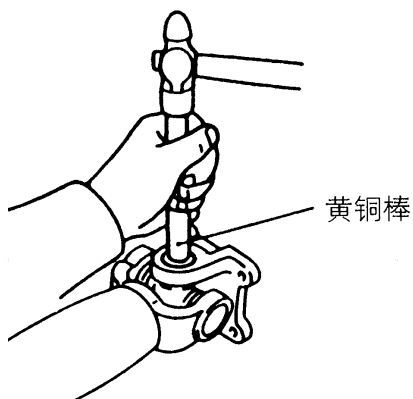
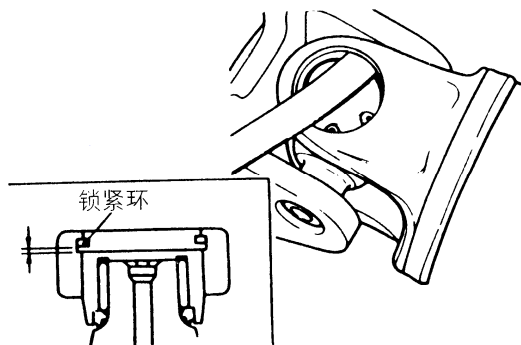

图 3-113 将轴承和轴颈压入放黄铜的一侧
图 3-114 测量轴颈端隙
(3) 用锁紧卡环夹钳将相同厚度的锁紧环装入各叉的两侧。如图 3-113 所示，将轴承和轴颈压入放黄铜的一侧。用厚薄测规测量图 3-114 所示部分的间隙。若间隙超出标准值，则应更换锁紧环。标准值为 0.06mm。